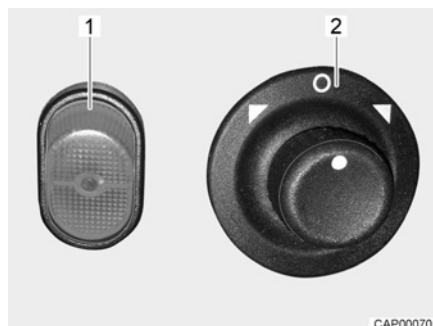

Bild 14 Brytare (elmanövrerade ytterspeglar)
- Bestäm vilken spegel som ska ställas in. Vrid för detta vridströmställaren (Bild 14,2) åt vänster eller höger.
- Ställ in spegeln. Tryck för att göra detta reglaget (Bild 14,2) i önskad riktning.
- Tryck på brytaren (Bild 14,1). Kontrolllampan i brytaren lyser orange och visar att spegeluppvärmen är i bruk.